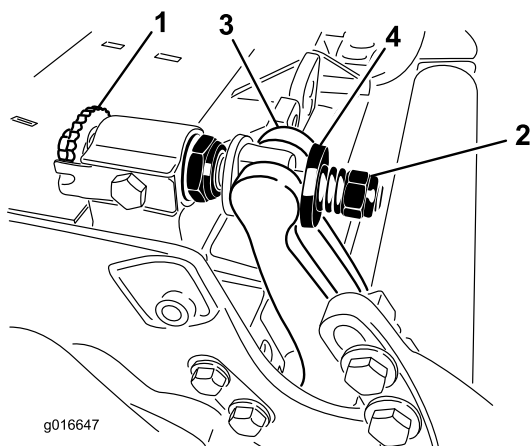

Figura 30
1. Gire los tornillos de ajuste de la barra de asiento en sentido antihorario para alejar la contracuchilla del molinete (Figura 30).
2. Afloje la tuerca de tensado del muelle hasta que el muelle deje de presionar la arandela contra la barra de asiento (Figura 30).